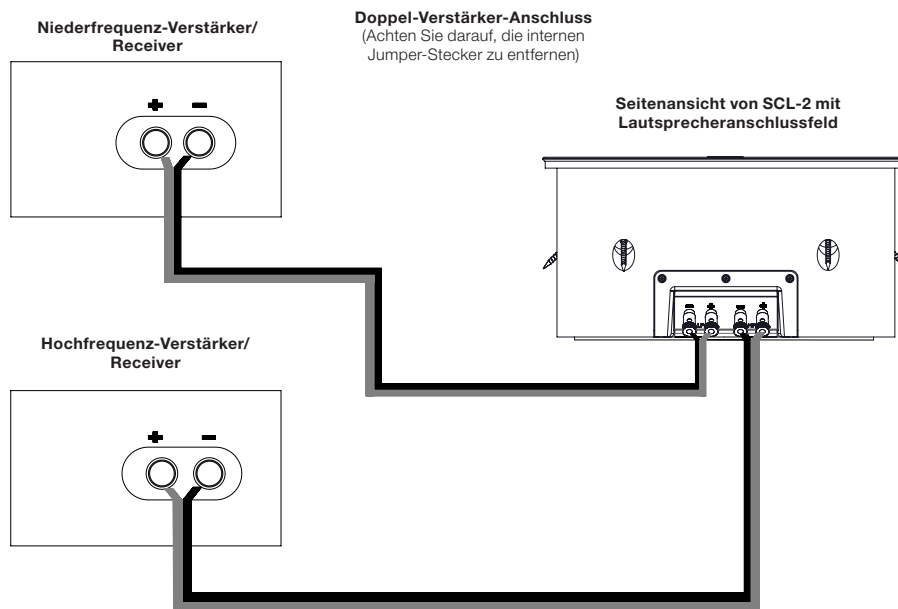

Abbildung 9
3. Schließen Sie das mit „HF“ gekennzeichnete Paar an den „HF-Eingang“ des Lautsprechers und das mit „LF“ gekennzeichnete Paar an den „LF“-Eingang an. (Abbildung 9)